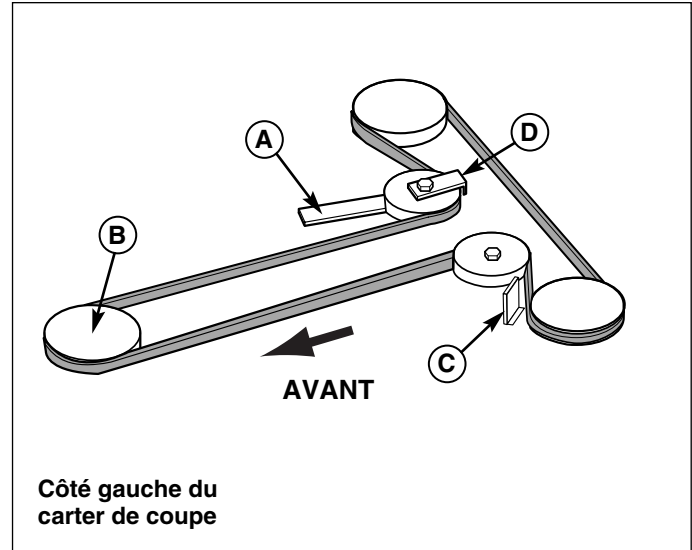

Figure 41. Configuration typique de la courroie sur les carters à deux lames
3. Pousser le bras de tension (A, Figure 41 ou 42) pour détendre la courroie. Dégager la courroie de la poulie de PDF (embrayage électrique).